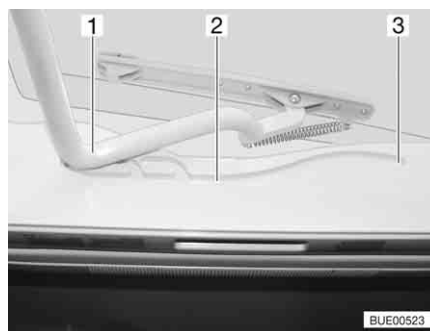

Bild 62 Heki-taklucka, spår
- Dra in bygeln (Bild 62,1) i spåren (Bild 62,2) till den bakersta positionen (Bild 62,3).
- Tryck bygeln (Bild 62,1) lätt uppåt med båda händerna.
- Drag bygeln till önskad position i spåret (Bild 62,2).